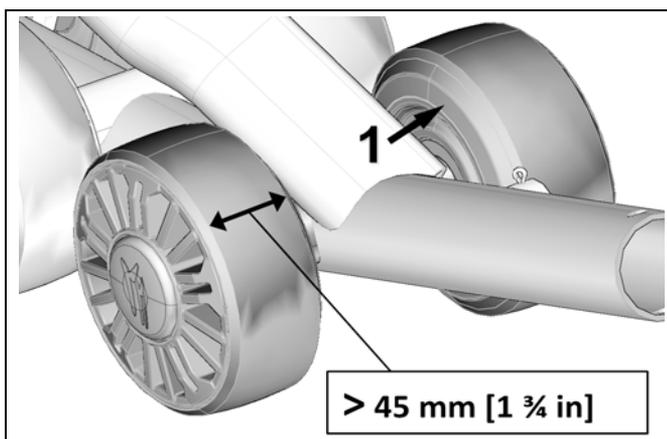

Abbildung 31
Überprüfen Sie den Abnutzungsgrad der Räder, besonders an der inneren Führungsleiste (Abbildung 31). Wenn die Innenseite (1) durchlöchert ist bzw. die Breite der Lauffläche des Rades eine Breite von weniger als 45 mm erreicht hat, muss das Rad ausgewechselt werden. Ein Rad, das übermäßig abgenutzt ist, bietet keine ausreichende Stützfunktion für die Führung der Raupenkette.